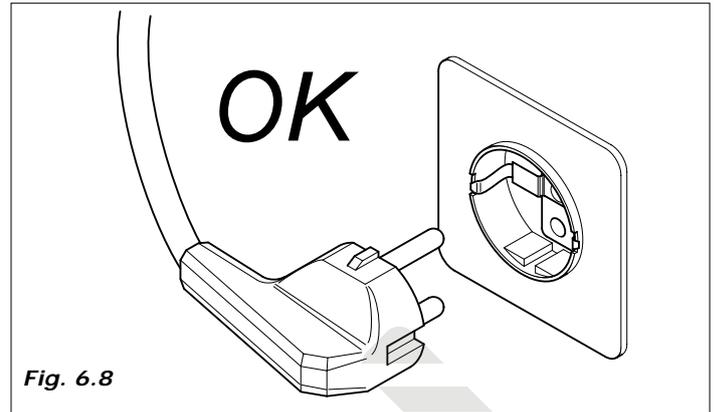

Fig. 6.8
- El distribuidor está dotado de un cable de alimentación H05VV-F 3x1 mm2, con clavija SCHUKO (Fig. 6.8).